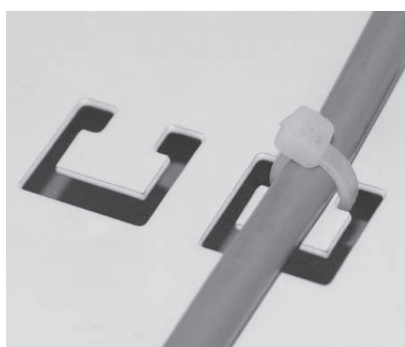

Fig. 33 Fissare i cavi con una fascetta per cavi come scarico della trazione
- Fissare tutti i cavi alla linguetta punzonata con una fascetta per cavi come scarico della trazione – Fig. 33.
Fissare tutti i cavi alla linguetta punzonata con una fascetta per cavi come scarico della trazione – Fig. 33.